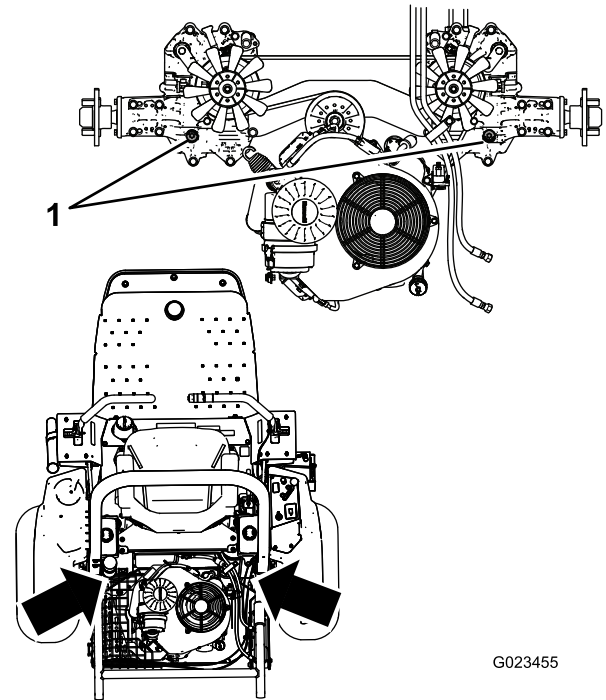

Figure 72
**Remarque:** Pour permettre au liquide de s'écouler plus rapidement dans le système, vous pouvez retirer le bouchon (Figure 72) au sommet de chaque transmission hydrostatique. Lorsque le liquide commence à ressortir par l'orifice,